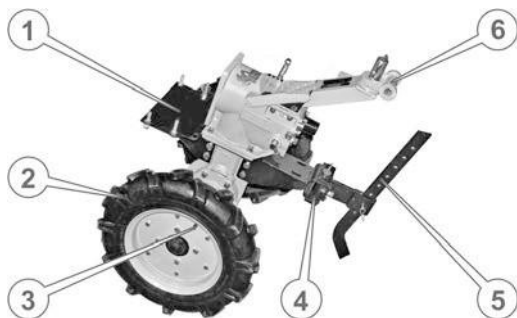

Рисунок. 4 – Редуктор у зборі
7. Поставити центральний вузол на колеса, утримуючи його від падіння вперед або назад. Встановити в причіпну цапфу регулятор глибини обробки ґрунту, зафіксувати його пальцем і шплінтом, підняти регулятор у крайнє верхнє положення й обперти на нього мотоблок, який Ви складаєте (див. рис. 4.)